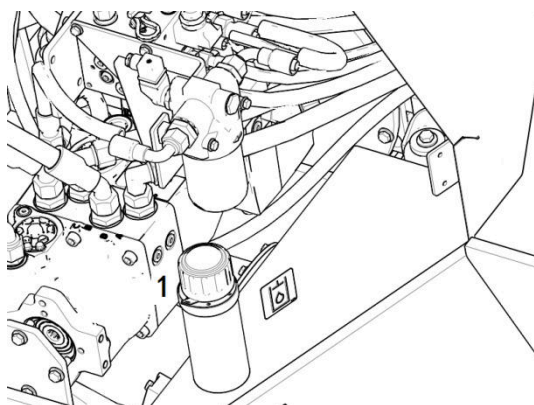

Рис. 3-28 Гидравлический масляный бак
3. Проверка крышки маслоналивной горловины гидравлического масляного бака (Рис. 3-28)